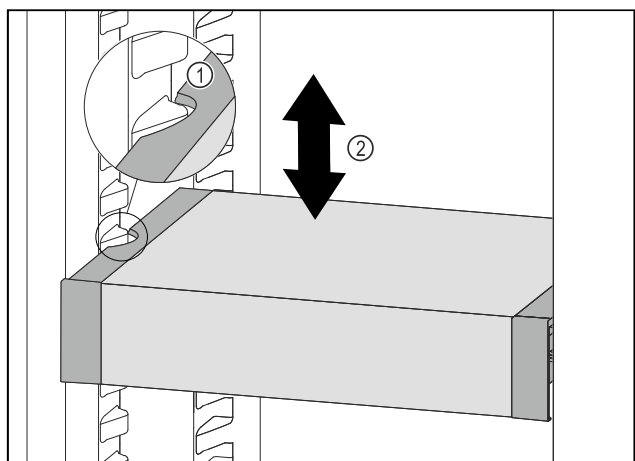

Fig. 126
- ▶ VarioSafe ťahajte dopredu, dokým sa bočné vybrania VarioSafe nebudú nachádzať vo výške rebra nádoby v chladničke. Fig. 126 (1)
- ▶ VarioSafe v chladničke presúvajte nahor alebo nadol, dokým sa dosiahne požadovaná výška. Fig. 126 (2)